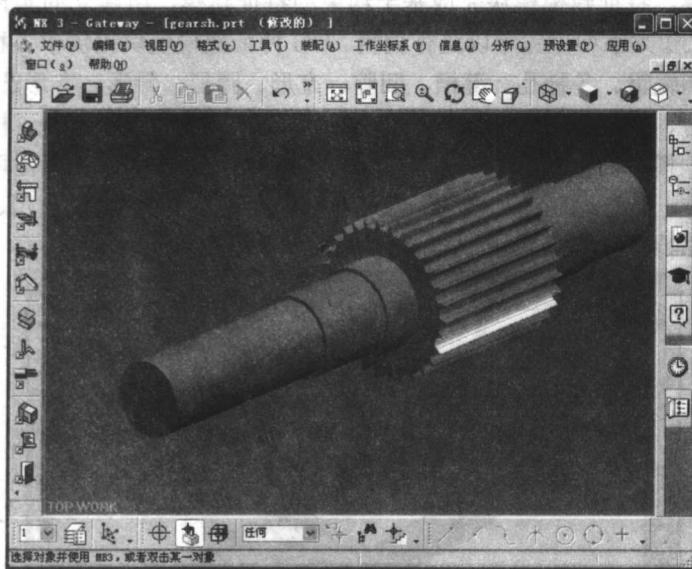

图 1.7 装配模型
- 装配建模。装配建模模块用于模拟实际的机械装配过程，利用约束将各个零件装配成一个完整的机械结构。UG 装配建模有如下特点：提供并行的自顶而下和自下而上的产品开发方法；装配模型中零件数据是对零件本身的链接映象，保证装配模型和零件设计完全双向相关，改进了软件操作性能，减少了存储空间的需求，零件设计修改后装配模型中的零件会自动更新，同时可在装配环境下直接修改零件设计；坐标系定位；逻辑对齐、贴合、偏移等灵活的定位方式和约束关系；在装配中安放零件或子装配件，并可定义不同零件或组件间的参数关系；参数化的装配建模提供描述组件间配合关系的附加功能，也可用于说明通用紧固件组和其他重复部件；装配导航；零件搜索；零件装机数量统计；调用目录；参考集；装配部分着色显示；标准件库调用；重量控制；在装配层次中快速切换，直接访问任何零件或子装配件；生成支持汉字的装配明细表，当装配结构变化时装配明细表可自动更新；并行计算能力，支持多 CPU 硬件平台。UG 创建的装配模型如图 1.7 所示。